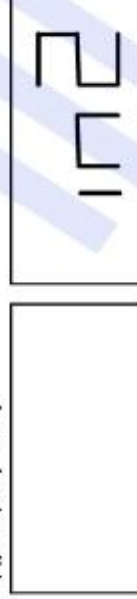

Рис. 6.4 - Ввод позиции веса W2
6. Если угол больше 120°, стенд будет отображать сообщение, показанное на рисунке 6.2, в течение одной секунды и будет издавать трехкратный звуковой сигнал, указывающий, что должна быть выбрана другая точка. Если угол меньше 120°, стенд будет отображать сообщение, показанное на рис. 6.4, что позволяет перейти к следующему шагу.